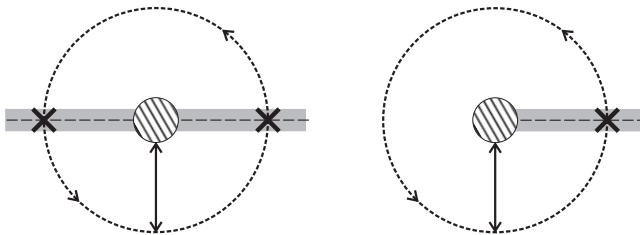

Abb. 31: Passieren einer Leitung in einem zentralen Leitungsabschnitt (links) bzw. am Leitungsende (rechts)
2. Gehen Sie in einem Kreis um den Ankopplungspunkt bzw. **G 100** herum. Bei dieser Art des Laufens passieren Sie in der Regel zweimal die Leitung (Abb. 31).